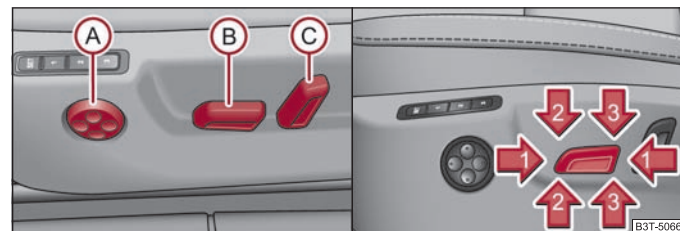

Fig. 69 Vista lateral: Ajustar los elementos de manejo del asiento / conmutador de ajuste de asiento
- Presione el conmutador ② ⇒ fig. 69 hacia delante o bien hacia atrás ① ⇒ fig. 69.
- Presione el conmutador ② ⇒ fig. 69 hacia adelante o bien hacia atrás.
- Presione el conmutador ② ⇒ fig. 69 delantero ② ⇒ fig. 69 o bien posterior ③.
- Presione el conmutador ③ ⇒ fig. 69 hasta la posición de ajuste deseada.
⇒ fig. 69 delantero.